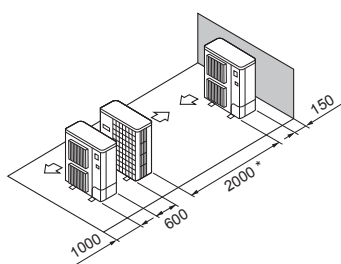

Fig. 2-12
- ⑤ Plassering av enkel parallellenheter (fig. 2-12)